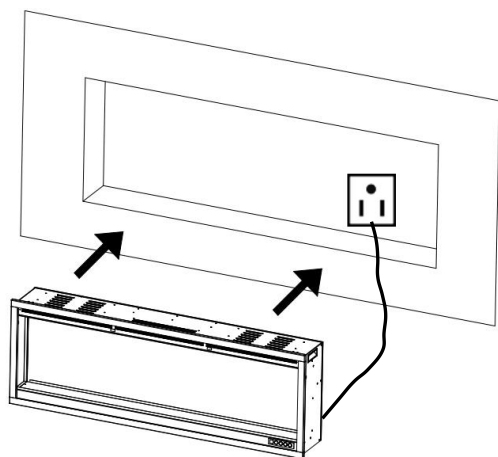
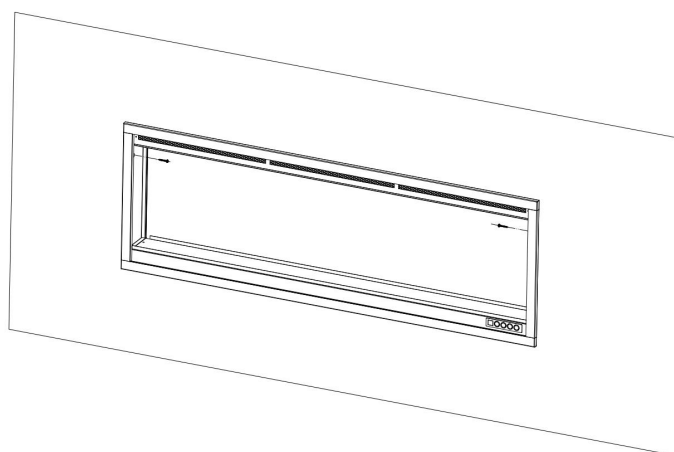

Fig. 2-3
Fig. 2-4
3. Alimentez le foyer en le branchant sur la prise murale. **Fig.2-3**
4. Demandez à deux personnes adultes de soulever le foyer et de l'insérer dans le cadre d'encastrement, puis de le fixer en installant **2** vis à bois (**B**) dans les trous. (**Fig. 2-3, Fig 2-4**). Ensuite, réinstallez les supports métalliques.